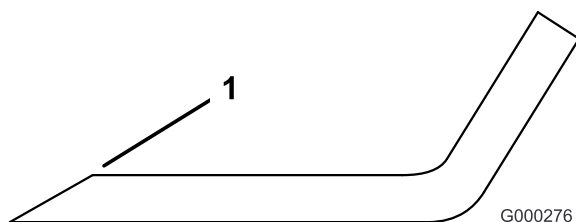

Figure 96
- Au moyen d'une lime, aiguissez les tranchants aux deux extrémités de la lame (Figure 96).